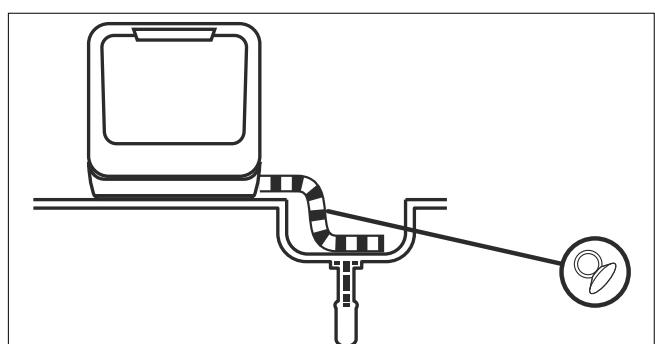
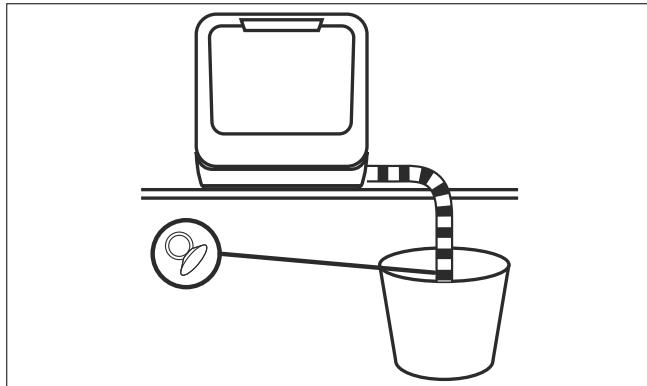

Fig. 10 – Desagüe en un fregadero
Fig. 11 – Descarga en un contenedor
- ▶ Enganche el extremo de la manguera de vaciado en un fregadero (véase Fig. 10) o en un recipiente suficientemente grande (véase Fig. 11).
- ▶ Una vez que se hayan realizado las conexiones de alimentación y de salida de agua, enchufe la clavija de enchufe (24) en la toma de corriente.